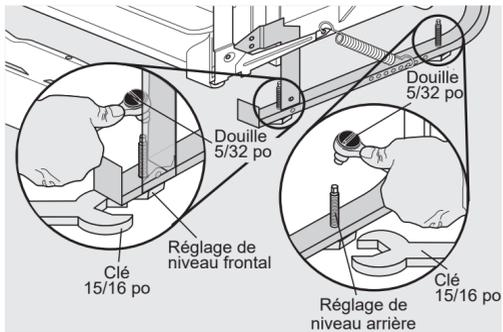

Figure 10
- Desserrez les pattes de mise de niveau avant et arrière en les tournant dans le sens contraire des aiguilles d'une montre. Consultez le tableau pour connaître le nombre de tours. **Voir Figure 10.** Les pattes de mise de niveau avant doivent permettre de descendre de 3 mm (1/4 po) sous le dessous du comptoir.